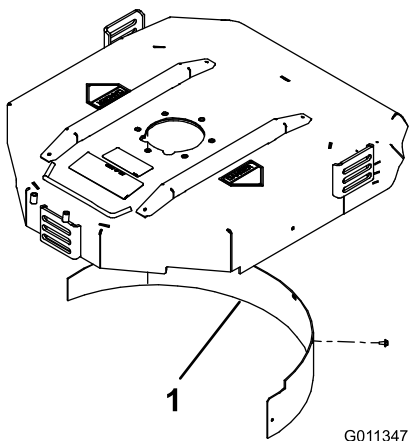

Figure 7
2. Montez le déflecteur de mulching dans l'ouverture arrière et fixez-le avec 5 boulons à embase (Figure 7).